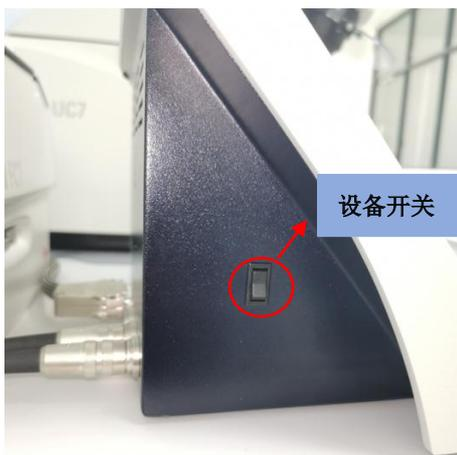

图 1
1. 设备开机。打开设备电源（电源开关位于控制面板的左侧），如图 1；